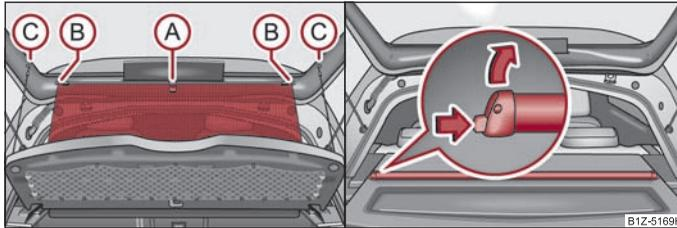

Fig. 49 Dérouler / déposer le store pare-soleil
- Extrayez le pare-soleil de la boucle (A) et accrochez-le aux supports (B) ⇒ fig. 49.